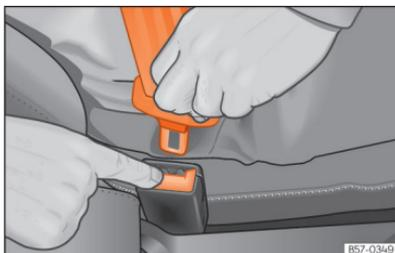

Fig. 23 Soltar a lingueta do fecho do cinto.
- Pressione o botão vermelho do fecho »» Fig. 23. A lingueta saltará do fecho.